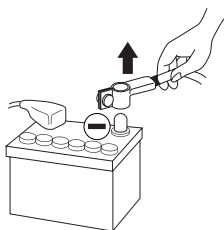

fig. 1
- **Avant d'entamer l'installation, déconnectez la borne négative de la batterie pour éviter tout risque de blessure, d'incendie ou d'endommagement du matériel.** (fig. 1)
- 2 - Débranchez le fil négatif de la batterie avant de commencer l'installation (*fig. 1*).